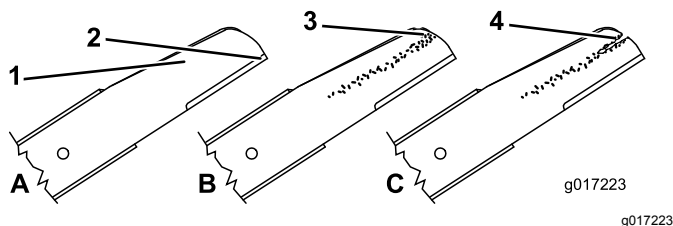

Figure 38
1. Examinez le tranchant des lames (Figure 38). Si elles sont émoussées ou présentent des indentations, déposez les lames et affûtez-les ou remplacez-les.
2. Inspectez les lames, en particulier l'ailette (Figure 38). Remplacez immédiatement toute lame endommagée, usée ou qui présente une entaille.